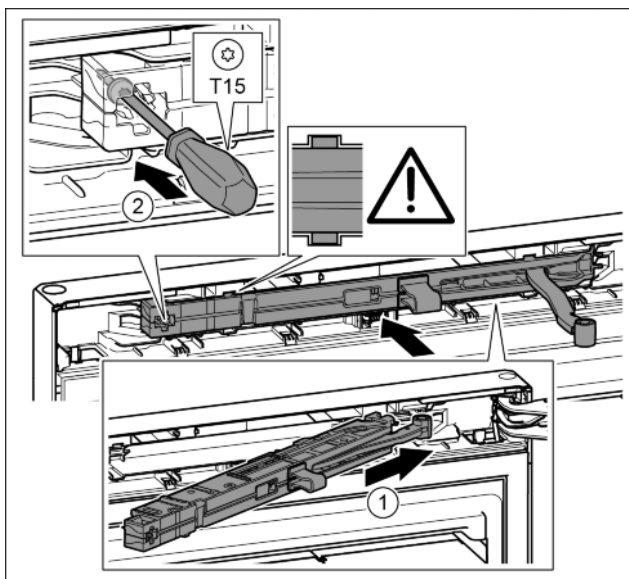

Fig. 42
- ▶ Вставить узел амортизатора со стороны опорного кронштейна в выемку до упора под наклоном. Fig. 42 (1)
- ▶ Затянуть винт отверткой T15. Fig. 42 (2)